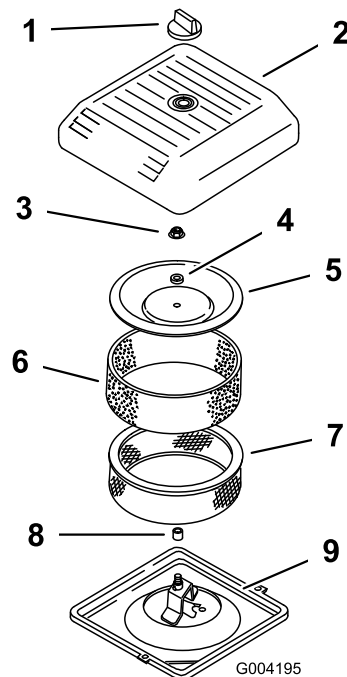

図 39
3. エアクリーナのカバーを固定しているノブを外し、カバーを取り出す(図 39)。
- ペーパーエレメントについているスポンジエレメントを注意深く外す(図 39)。
- カバーナットを外し、カバー、スペーサ、ペーパーエレメントを外す(図 39)。
- エアクリーナのベースにエアクリーナアセンブリを取り付ける(図 39)。
- カバーとスペーサを元どおりに取り付け、ナットで固定する(図 39)。ナットを 11 N·m 1.09 kg·m = 95 in·lb にトルク締めする。
- エアクリーナのカバーを元通りに取り付け、ノブで固定する(図 39)。